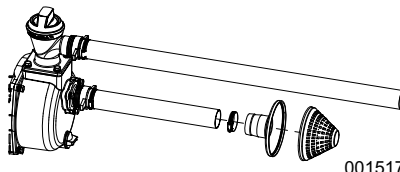

Figura 2-6. Conexión típica de filtro
4. Consulte la Figura 2-6. Conecte el filtro a la manguera de succión.